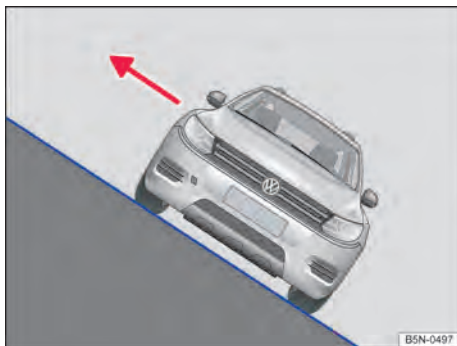

Fig. 189 Em posições inclinadas, desembarcar do lado do veículo voltado para cima da ladeira.
Se o veículo parar com uma posição muito inclinada na ladeira, todos os ocupantes do veículo devem desembarcar pelo lado do veículo que aponta para cima da ladeira ⇒ Fig. 189. Isso também é válido se a porta correspondente só puder ser aberta com dificuldade. A porta aberta ladeira acima pode fechar possivelmente devido ao próprio peso ou devido à desatenção.
- Se o veículo parar com uma grande inclinação lateral na ladeira, uma pessoa jamais deve desembarcar do veículo pela porta que estão voltadas ladeira abaixo. Isso pode ocasionar um deslocamento lateral do centro de gravidade total. O veículo pode tombar ou capotar e rolar ladeira abaixo. Para evitar isso, abandonar o veículo somente pelo lado, cuidadosamente, que indica ladeira acima ⇒ Fig. 189.